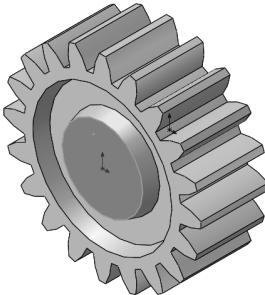

图 9-68 选择齿轮表面作为草图基准面
- [1] 单击齿轮表面，单击【草图绘制】按钮 C ，选择齿轮表面作为草图基准面，如图 9-68 所示。